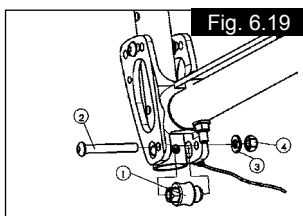

Fig. 6.19
4. Ajuste o mecanismo de retracção: Para o fazer, desaperte ligeiramente as porcas da came (Fig. 6.19). Ajuste a came (componente 1) de modo a que o mecanismo de retracção se fixe em posição sem deslizar (se necessário use uma chave de bocas de 10 mm). Depois, segure a came em posição e aperte as porcas (5 Nm).